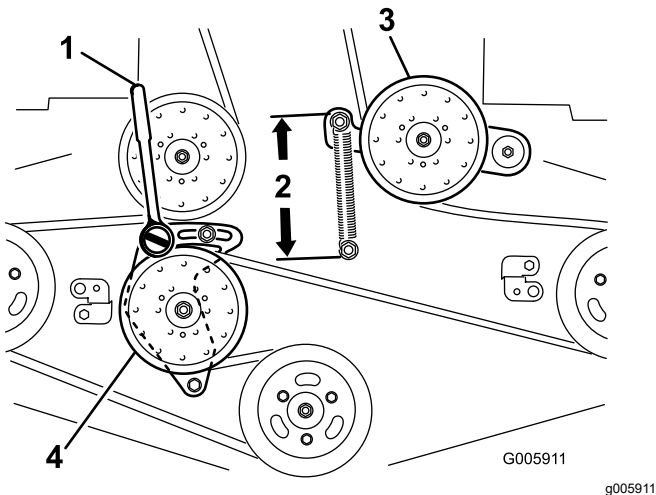

Bild 85
6. Lösen Sie den starren Spannarm und stellen Sie ihn ein, um die Riemen Spannung zu lösen (Bild 85).
9. Setzen Sie eine Ratsche mit einem kurzen Griff oder ein Stemmeisen in das rechteckige Loch im fixierten Spannarm ein (Bild 85).
11. Drehen Sie zum Erhöhen der Riemen Spannung die Ratsche oder das Stemmeisen nach links, um den starren Spannarm zu bewegen, bis Sie einen Abstand von 16,5 cm zwischen den Federhaken erhalten (Bild 85).